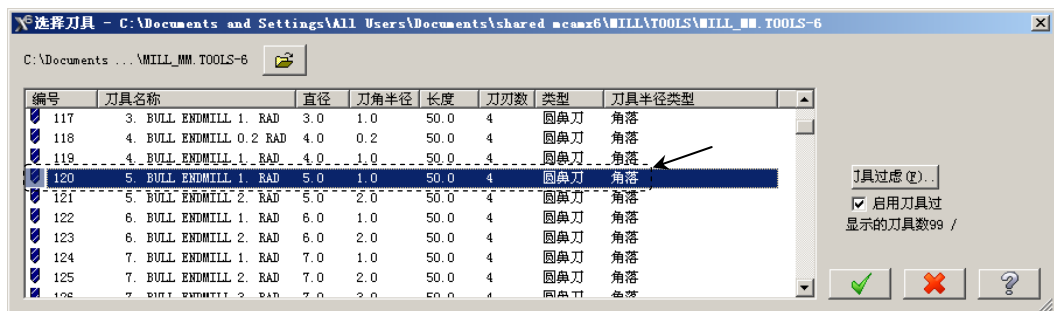

图 12.12 “选择刀具”对话框
Step4. 选择刀具。在“曲面残料粗加工”对话框中，单击 **选择刀具...** 按钮，系统弹出“选择刀具”对话框，在该对话框的列表框中选择图 12.12 所示的刀具。单击  按钮，关闭“选择刀具”对话框，系统返回至“曲面残料粗加工”对话框。